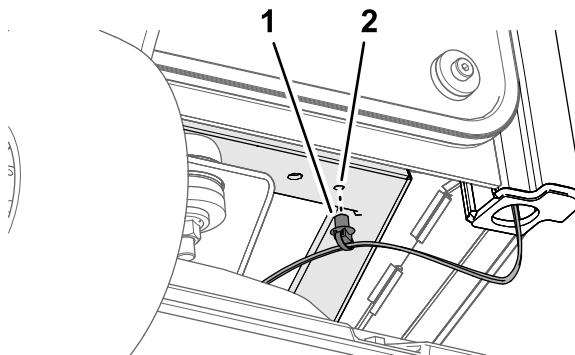

**Figura 24**
- Máquinas Groundsmaster Serie 4010 y 4110: sujeté la rama del faro del arnés de la plataforma al tubo transversal con una brida, como se muestra en Figura 24.